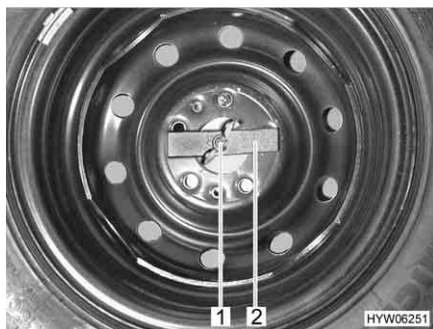

Fig. 184 Ruota di scorta nel gavone di coda
- Svitare manualmente il dado ad alette (Fig. 184,1) e rimuoverlo.
- Rimuovere la barretta di compressione (Fig. 184,2).